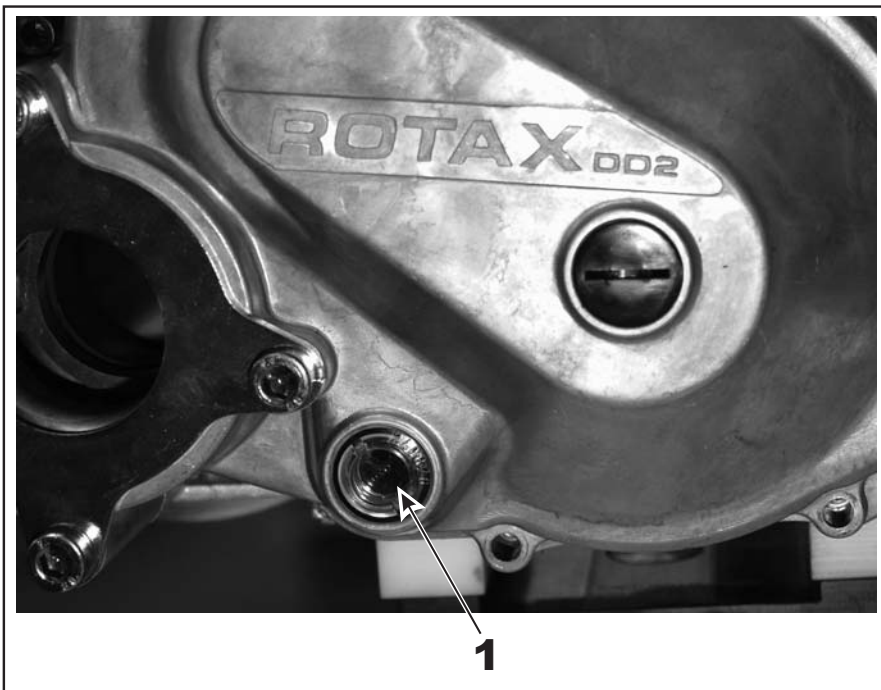

Bild 1
- ➔ Ölstand kann am Schauglas (1) einfach überprüft werden. Ölstand sollte bis Mitte Schauglas reichen. (siehe Bild 1)